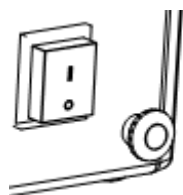

Figura 3
- Regular a chama e a potência rodando o botão de regulação no sentido contrário ao dos ponteiros do relógio para aumentar ou no sentido dos ponteiros do relógio para diminuir. (Figura 3).